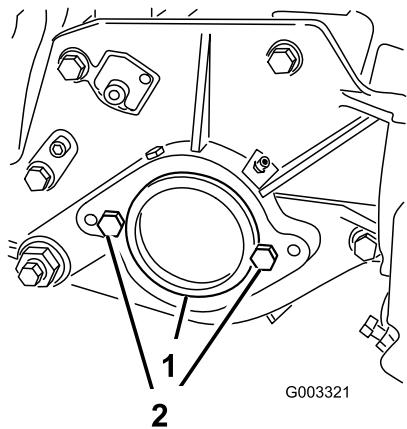

図 7
2. カッティングユニット右側のベアリング・ハウジングについているプラスチック製のプラグを外す（図 7）。
3. 右側サイドプレートからキャップスクリュ2本を取り外す（図 7）。
5. カッティングユニットの左側サイド・プレートに、リール・モータ取り付け用のキャップスクリュ2本を仮止めする（図 7）。